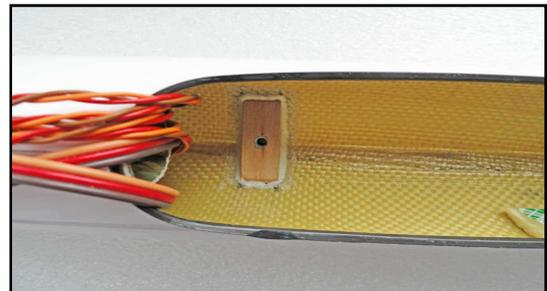

Рис.11 – Упорная гайка в фюзеляже
6.1. Ошкурьте место вклеивания фанерки с упорной гайкой и вклейте их в фюзеляж для крепления «язычков», на которых будут установлены приемник, бек и аккумулятор (Рис.11)